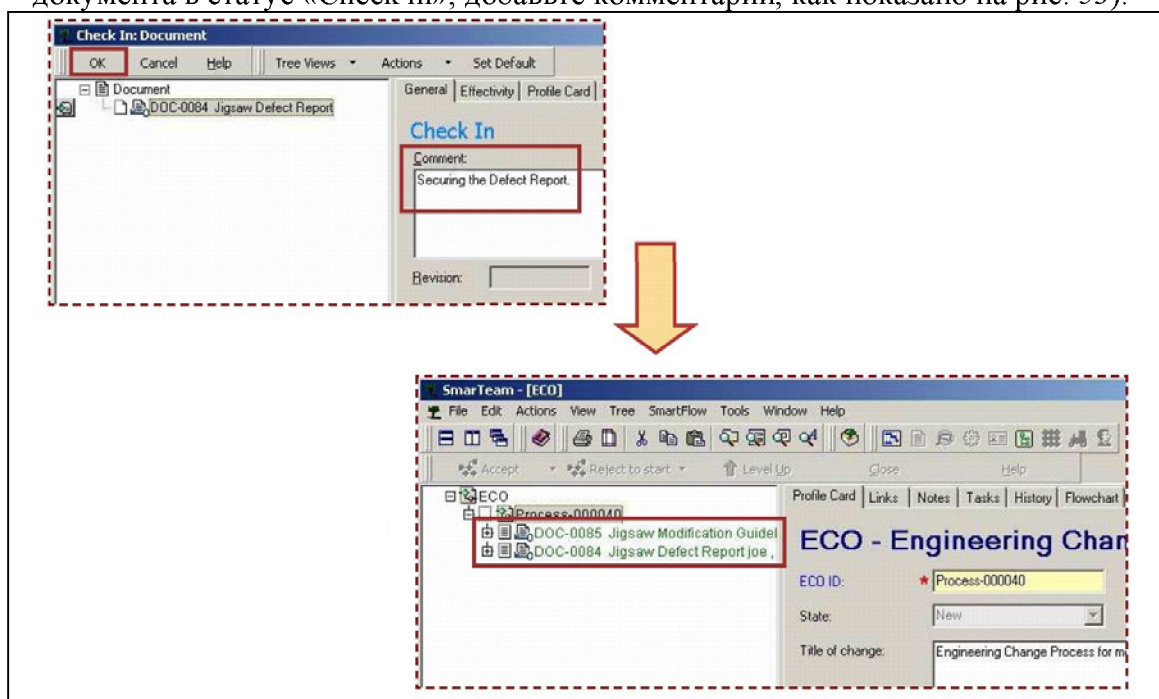

Рис.53. Процедура для документа Defect Report
- Повторите такую же процедуру для документа Defect Report (при переводе документа в статус «Check in», добавьте комментарий, как показано на рис. 53).